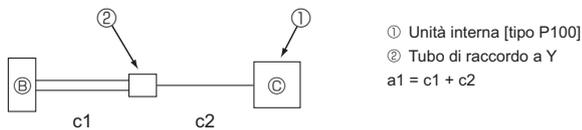

Fig. 5-2
*1 Benché per il collegamento dell'unità interna P100 vengano utilizzati due tubi del refrigerante tra la scatola di derivazione ed il tubo di raccordo a Y, calcolare le lunghezze dei tubi utilizzando solo la lunghezza di un tubo. (Fig 5-2)